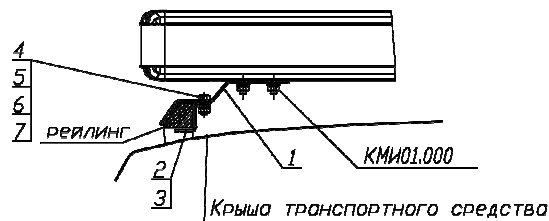

Рисунок 1.2
Закрепить кронштейны (1) (рисунок 1.2) при помощи болтов М8х20, гаек и шайб из комплекта КМИ01.000 на раме САБ (СБ) симметрично. Перемещая кронштейны (1) по пазам рамы выставить замеренное расстояние между краями кронштейнов (1). Установить САБ (СБ) с кронштейнами на рейлинги автомобиля. Рейлинги предварительно обернуть резиновыми прокладками (3). Убедиться, что кронштейны (1) охватывают рейлинги.